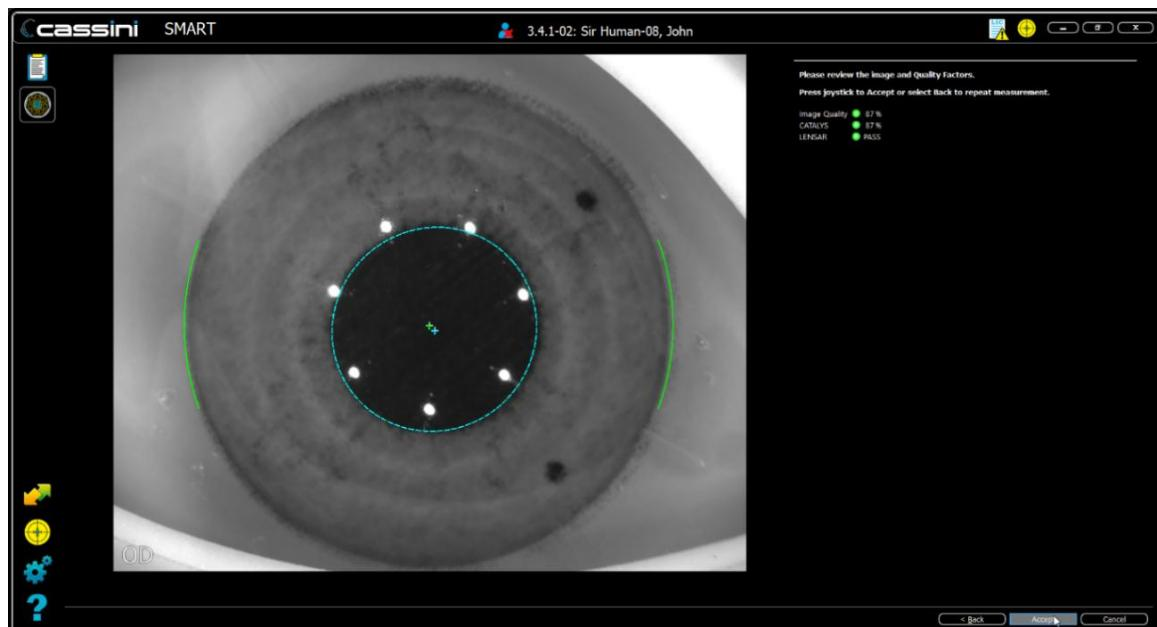

Figura 27: Resultados do mesópico
4. Os resultados são exibidos conforme ilustrado na Figura 27